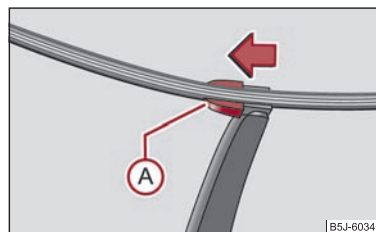

Fig. 48 Balai d'essuie-glace pour lunette arrière
- Ecartez le bras d'essuie-glace de la vitre et positionnez le balai à angle droit par rapport au bras d'essuie-glace ⇒ fig. 48.
- Avec l'autre main, déverrouillez la sûreté (A) dans le sens de la flèche et retirez le caoutchouc.